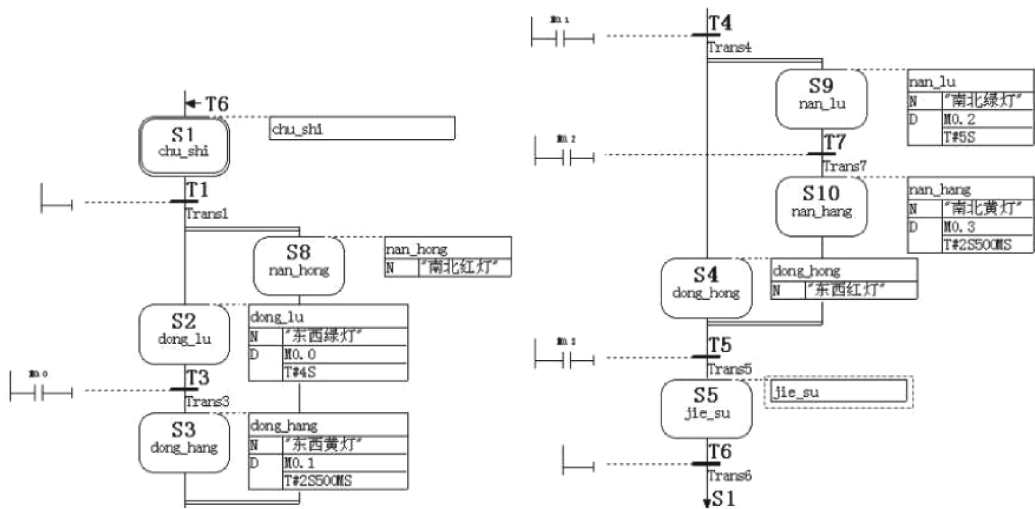

图 6-31 编写动作和转移程序
6) 在各个 “步” 按照系统要求编写动作程序和转移条件程序, 如图 6-31 所示。
7) 图 6-31 的“S1”和“S5”（空步）中没有动作，不需要编写动作程序，同时转移条件是无条件转移，也不需要编写。由于在“S1”和“S5”中没有动作和转移程序，在保存编译时会出现警告提示，这没有问题，这些警告只是起提醒作用。